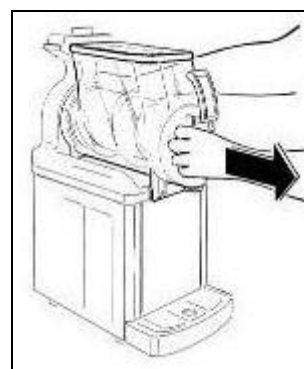

Fig. 16
- Tirare la vasca verso l'esterno e liberarla dalla propria sede (fig.16).